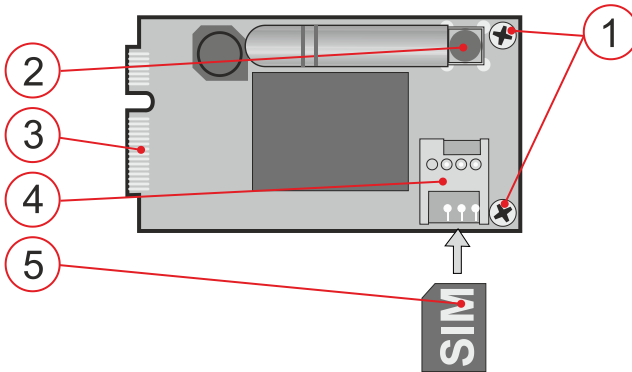

Fig. 1: Il comunicatore JA-194Y
- Collegare l'antenna GSM** al connettore (2.) sul modulo comunicatore (incluso nel JA-194Y). Quando si installa l'antenna, seguire l'orientamento mostrato nella Fig. 1.